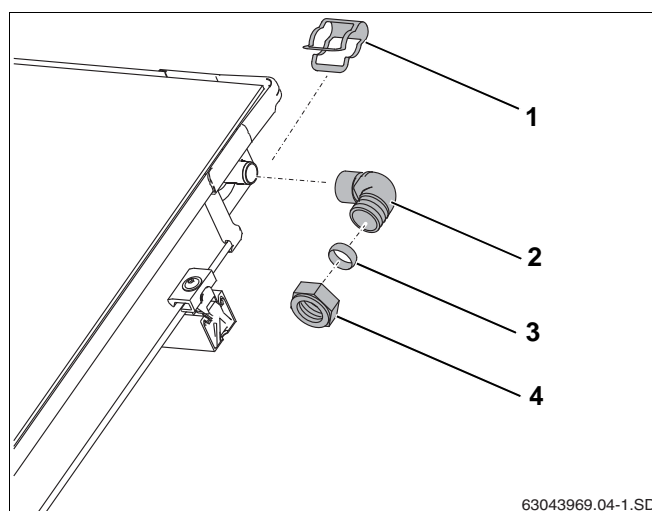

Fig. 57 Montering af fremløbsledning (uden udlufter på taget)
- ▶ Sæt vinklen (fig. 57, **pos. 2**) med klemring og omløber på solfangertilslutningen.
- ▶ Vinklen skal sikres med klemme (fig. 57, **pos. 1**).